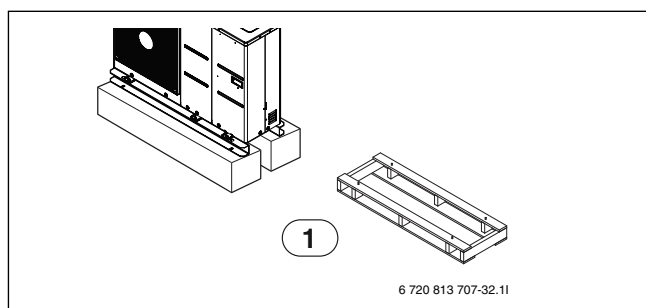

Рис. 9
- ▶ Снимите палету (деревянную опору) (→ рис. 9) с нижней стороны базового поддона перед фиксацией болта. Ее использование может привести к тому, что положение блока станет неустойчивым, а также к замерзанию теплообменника, результатом чего является нештатный режим эксплуатации устройства.
- ▶ Снимите палету (деревянную опору) (→ рис. 9) с нижней стороны блока перед сваркой. Если не удалить палету (деревянную опору), существует опасность возгорания во время сварки.